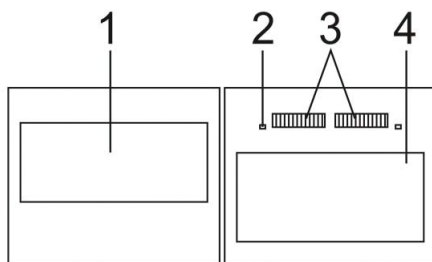

Рис. 2
4.2 Общий вид элементов светофильтра представлен на рис. 2
7.3 Если маска не использовалась в течение длительного времени следует обратить большое внимание на чистоту датчиков электродуги (рис. 2 поз.2). При необходимости отчистите их от пыли.